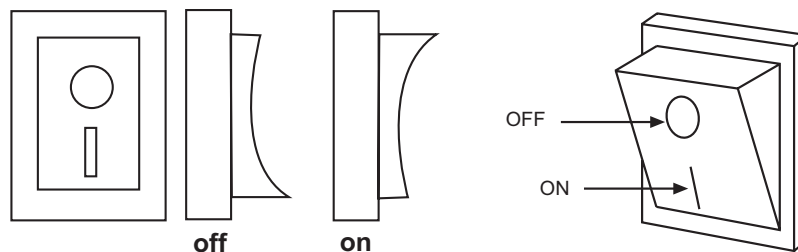

FIG. 1
- El interruptor está situado en el lateral izquierdo de la máquina; para proceder a la puesta en marcha presione el interruptor de tal forma que el círculo quede en la zona que sobresalga. (FIG. 1)
- Para parar la máquina pulse el interruptor de tal forma que la raya quede en la zona que sobresalga. (FIG. 1)